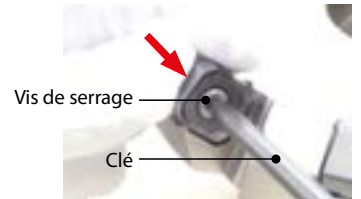

Fig.1
3. Après montage d'une vis de serrage sur la clé, serrer la vis tout en maintenant la plaquette appuyée contre la surface d'assise et la surface du porte-plaquettes (Fig. 1).